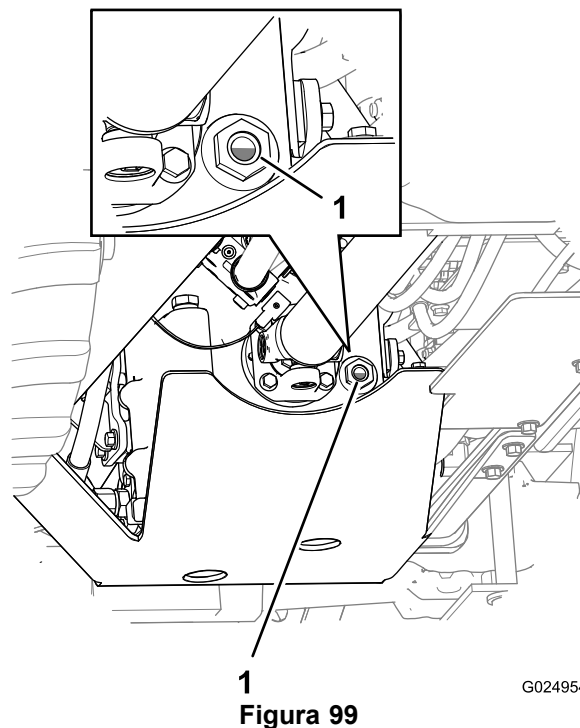

Figura 99
4. Después de 5 minutos, compruebe el nivel de aceite de la transmisión en la mirilla (Figura 99).
6. Repita los pasos 2 a 5 hasta que el aceite cubra entre 1/2 y 3/4 de la mirilla (Figura 99).
Nota: El aceite debe cubrir entre 1/2 y 3/4 de la mirilla (Figura 99).